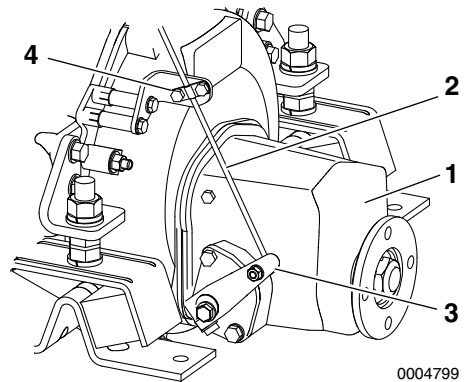

Figure 5
1. Vérifiez que le levier de commande (**Figure 5, (3)**) se déplace vers la position correcte lorsque vous déplacez la poignée de la commande à distance du câble sur NEUTRE, AVANT et ARRIÈRE.
2. Utilisez la position NEUTRE comme norme pour le réglage. Lorsqu'il y a un écart, desserrez le support **(Figure 5, (4))** du câble de la commande à distance sur le côté le l'embrayage et réglez.